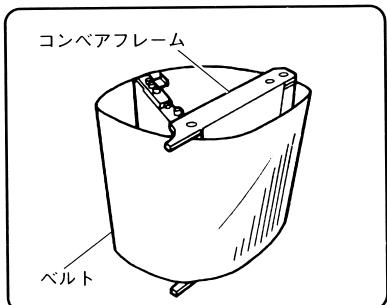

図 35
**注** ● 使用後は、コンベアフレーム(図 35)からベルトを取りはずし、下記の方法でベルトを必ず洗ってください。洗わなかったり、不適切な方法で洗うとベルトにかびが発生したり切れたりする原因になります。